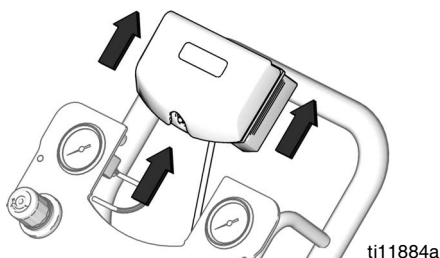

図 11. DataTrak の取り外し
3. ブラケットから DataTrak モジュールを取り外します。図 11 を参照ください。危険ではない場所にモジュールと接続されているケーブルを運びます。